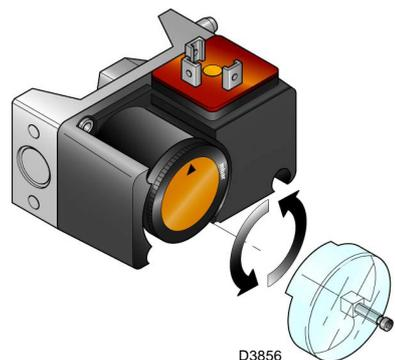

Fig. 32
- Régler le pressostat gaz seuil maximum (Fig. 32) en fin d'échelle.
Effectuer le réglage du pressostat gaz seuil maximum après avoir effectué tous les autres réglages du brûleur avec le pressostat gaz seuil maximum réglé en fin d'échelle (Fig. 32).